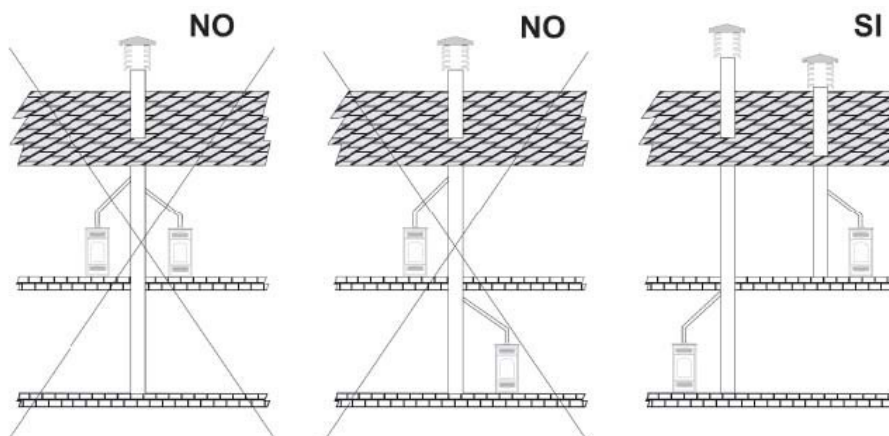

Fig 1
- Non deve essere collegata a nessun altro caminetto, stufa, caldaia, o cappa aspirante di nessun tipo (fig.1).